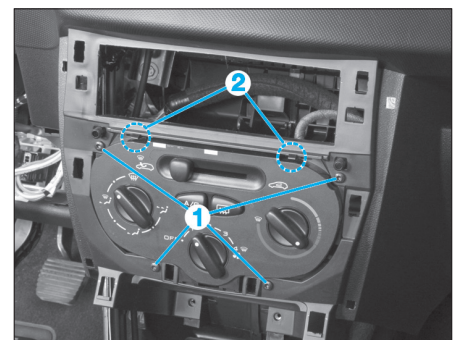

Fig. 23
- Déposer les vis Torx de 20 (1) (Fig.23).
- Appuyer sur les languettes (2) afin de basculer le panneau de commande de climatisation vers le fond.